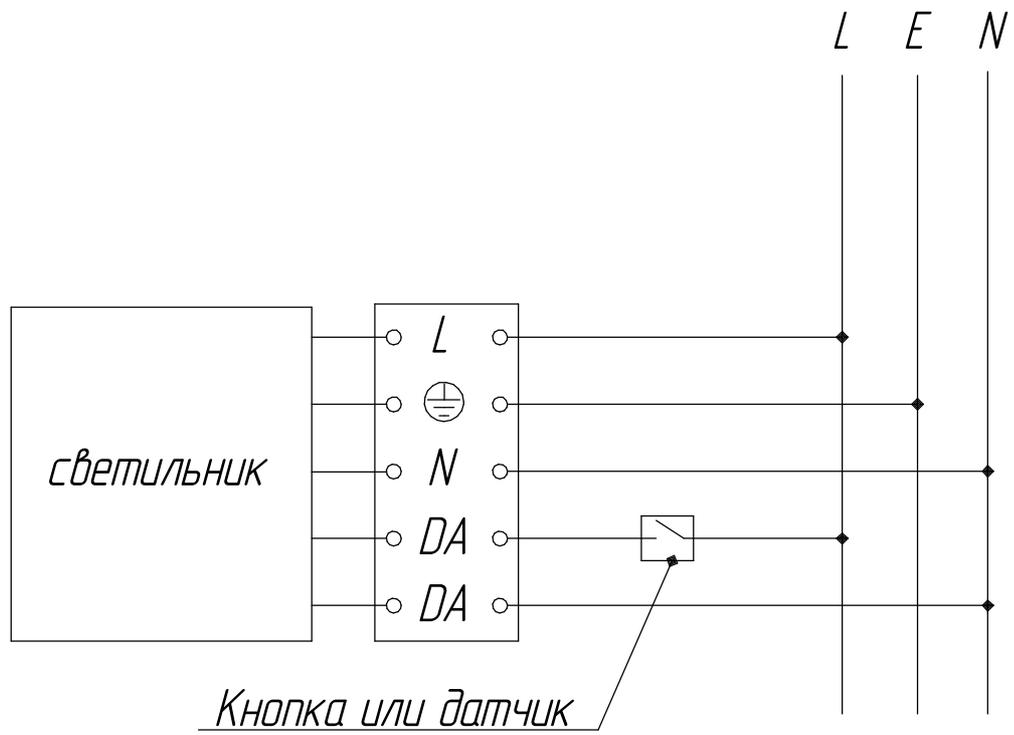

Рисунок 5- Схема подключения светильника с дежурным режимом (с протоколом DALI) к сети.
6.3 Функция "Дежурный режим" позволяет обеспечивать автоматическое снижение светового потока и автоотключение светильника как при работе с обычными кнопками так и с датчиками движения. Данная функция реализует 2 уровня светового потока: 100 и 10%, а также плавное выключение светильника: время начала выключения 120 сек, полное выключение 32 сек. Подключение светильника осуществляется согласно схеме рис. 5. При установке кнопки или датчика необходимо учитывать длину проводов от светильника до кнопки (датчика), которая не должна превышать 25 м. При управлении с помощью стандартных кнопок возможно управление группой светильников (до 20 шт.) с общей длиной кабеля DALI до 25 м, при этом все светильники группы должны быть обязательно подключены к одной фазе.
6.5 Светильники с управлением по протоколу DALI дополнительно имеет функцию "Диммирование касанием". Данная функция реализуется путем прямого подключения кнопочного выключателя (*выключатель должен быть обязательно без фиксации*) к светильнику по схеме рис. 5.